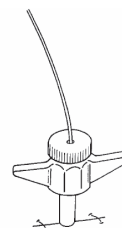

図 6
- (9) レトラクター(別品目)を抜き、図 6 のように縫合糸(別品目)を用いて連続的に皮膚切開部を塞いで頭蓋内圧測定を行う。傷部には適切な手当てを行う。